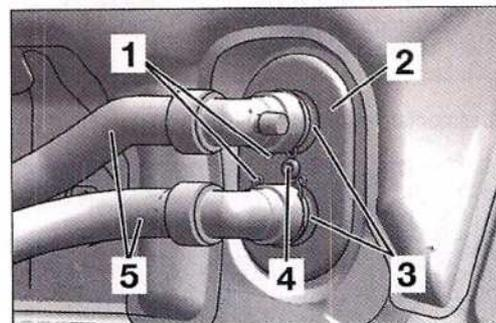

FIG. 22
- Con un útil de apriete, pinzar los manguitos (5) (Fig.22).